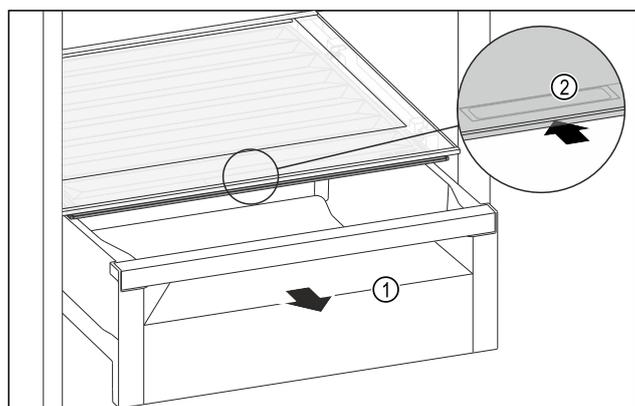

Fig. 109
- ▶ Retirer le tiroir Fig. 109 (1).
- ▶ Saisir la poignée encastrée Fig. 109 (2) du couvercle du compartiment et pousser le couvercle du compartiment vers l'arrière.